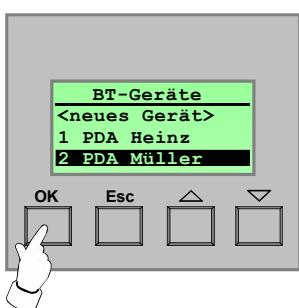

Bild 32: BT-Geräte
Bei korrekter Eingabe der letzten Ziffer wird das Bluetooth-Gerätemenü angezeigt (vgl. Schritt 4. / Bild 32).
4. Im Menü "BT-Geräte" zeigt sich eine Liste mit den Namen aller eingelernten Bluetooth-Endgeräte. Die Liste ist leer, wenn noch kein Endgerät eingelernt ist. Durch Anwählen des Gerätes, welches gelöscht werden soll, mit den Pfeiltasten und Betätigung der Taste "OK" wird der Vorgang fortgesetzt (vgl. Bild 32). Eine Betätigung der Taste "ESC" bewirkt den Rücksprung in das Hauptmenü.